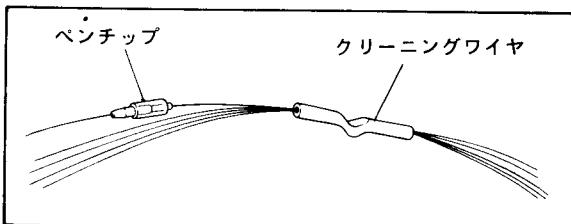

図 12-1 ペンチップの掃除
- (1) 扉を開き、SUPPLYスイッチを OFF にし、記録紙収納部を引き出します。
- (2) ペンの金属パイプ部分をピンセットで押え、ペンチップを指ではさします。この時、ペン圧力が変わらぬ力を加えないようにします。
- (3) 温湯にペンチップを浸しながら、付属のクリーニングワイヤをペンチップの元側から通して掃除します。この時ペンチップの先端を、クリーニングワイヤでしごいて傷つけないでください。記録紙が引っ掛かったり、インクのかすれや、ペン先がつまりやすくなります(図 12-1)。
- (4) 取付けは(2)項と同様に行ないます。ペンチップとパイプの取付面は、気泡が入りやすい構造に考慮しています。密着するように取付けます。
- (5) 記録紙収納部をもとに戻し、ペンチップの先端と記録紙が垂直に接している事を確認します。